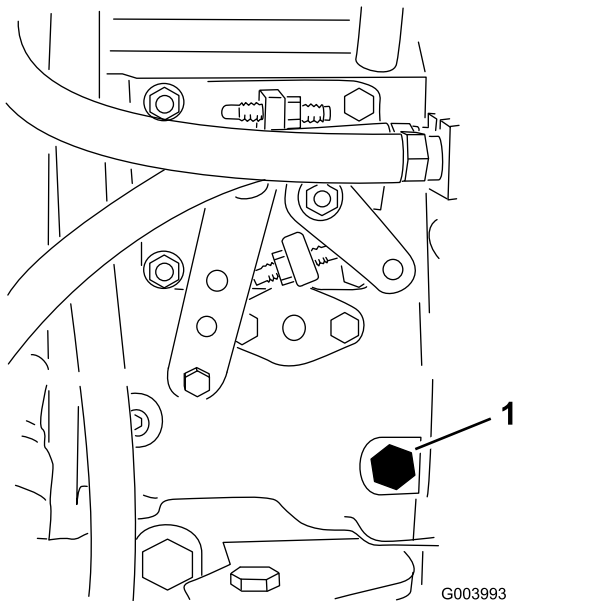

图36
3. 用 12mm 扳手打开燃油喷射泵 图36上的排气螺丝。